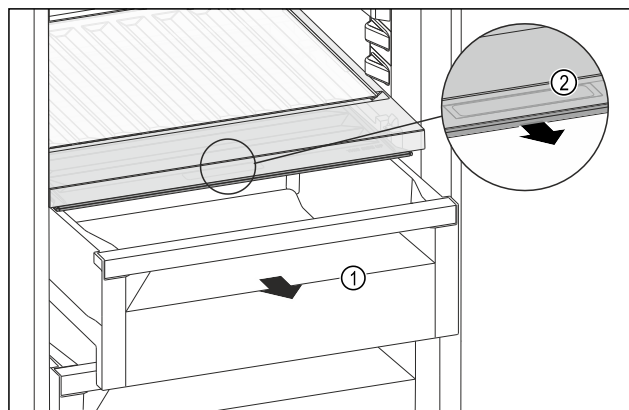

Fig. 170
- ▶ Izvučite ladicu Fig. 170 (1).
- ▶ Primite ručku Fig. 170 (2) na poklopcu pretinca i istodobno povucite poklopac pretinca prema naprijed.